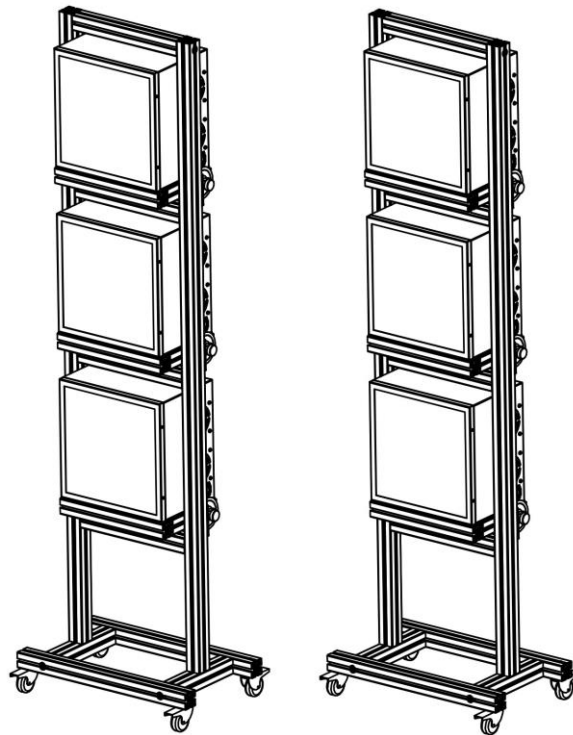

图 2.4. 适用于 45/0 照明方式的铝型材支架
- 适用于 45/0 照明的定制铝型材支架：如图 2.4，该方案专门针对如测试卡/模特等应用场景，可以保证大测试卡区域较高的照明均匀度 (>90%)。